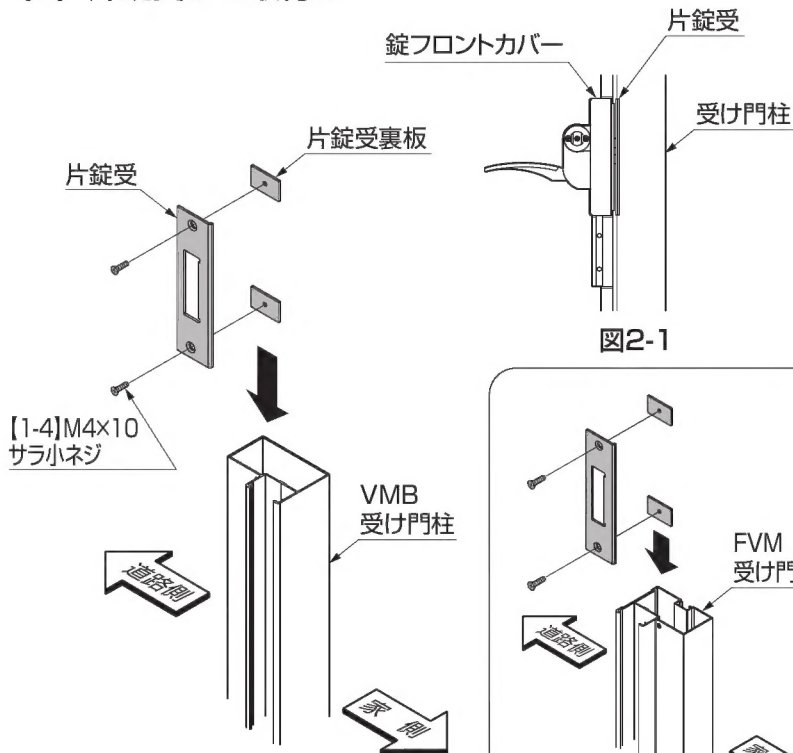

図2-1
- ①片錠受、片錠受裏板を【1-4】で仮組みし、受け門柱の溝にスライドして挿入します。
②片錠受を上下にスライドさせ、片錠受とフロントカバーの高さを揃え、【1-4】を締め固定してください。(図2-1参照)